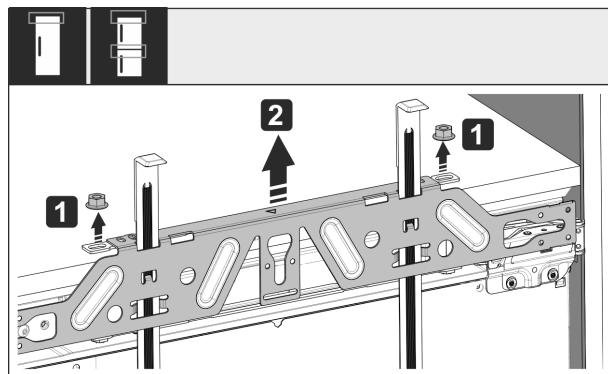

Fig. 50
- ▶ Oldja ki az ellenanyákat Fig. 50 (1).
- ▶ Vegye le a rögzítő kereszt-tartót Fig. 50 (2).